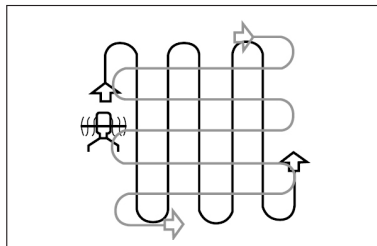

Fig. 12
6. Trabalhe em linhas com uma ligeira sobreposição. O padrão mais eficaz para trabalhar o solo é deslocar o produto para cima e para baixo em linhas verticais e, em seguida, deslocar o produto em linhas horizontais, da esquerda para a direita (Fig. 12). Isto irá manter as linhas homogêneas e garante que todo o solo é cultivado, sem falhar nenhuma zona.